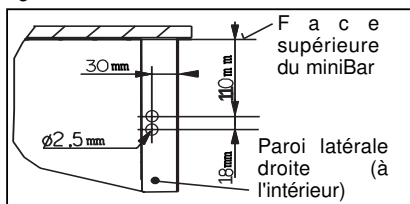

Figure 9.
1. Utilisez la languette de maintien (A) pour fixer le câble à la paroi latérale du côté de la charnière. Percez les trous nécessaires conformément à figure 9.